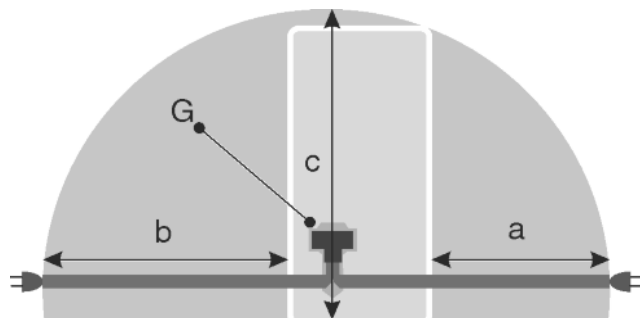

Fig. 27
- Zásuvka leží mimo oblast zadní stěny spotřebiče v dané oblasti Fig. 27 (a, b, c).
- Zástrčku spotřebiče Fig. 27 (G) zastrčte na zadní straně spotřebiče. Dávejte pozor na správné zaklesnutí.